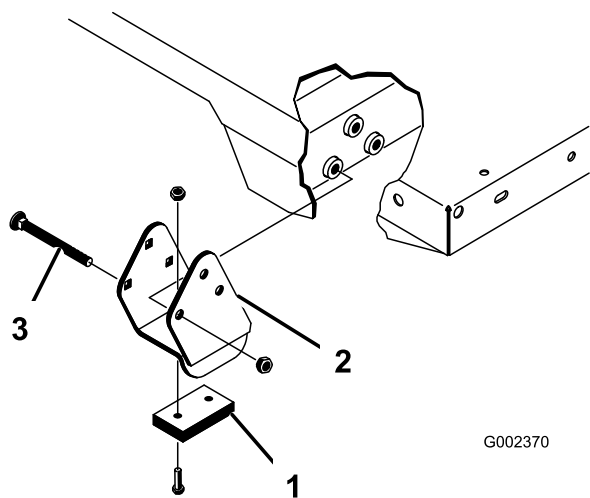

Figure 34
**Remarque:** Les entretoises et les cales d'usure (Figure 34) doivent être installées avec les têtes des boulons à l'intérieur de la machine.
2. Placez le plateau sur le cadre de la machine avec précaution et en alignant les trous des plaques de pivot arrière sur ceux du profilé arrière du cadre. Installez ensuite 2 axes et goupilles à anneau (Figure 34).
4. Insérez l'axe par l'extérieur du plateau, la goupille à anneau étant à l'extérieur (Figure 34).